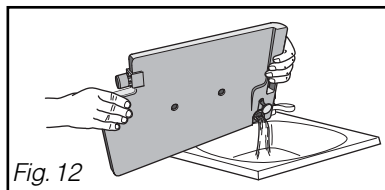

Fig. 12
El recipiente de recuperación debe estar vacío después de cada ciclo de secado (Fig. 12).
- Vacíe el recipiente (Fig. 12).